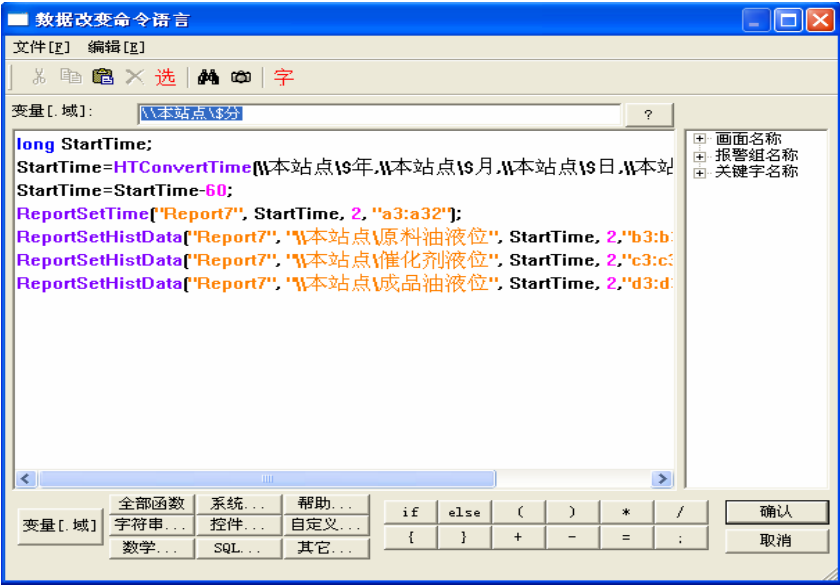

图 8-28
5、在工程浏览器窗口左侧“工程目录显示区”中选择“命令语言”中的“数据改变命令语言”选项，在右侧“目录内容显示区”中双击“新建”图标，在弹出的编辑框中输入如下脚本语言，如图 8-28 所示：